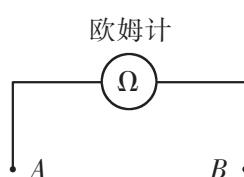

图 3-2-8
4. 有三个失去标记的元件，分别是定值电阻、热敏电阻和光敏电阻。为识别它们，可将这三个元件分别接入如图 3-2-8 所示电路中的 A、B 两点后，用黑纸包住元件或者把元件置入热水中，观察欧姆计的示数变化，就可将它们区分开来。请写出简单的步骤。